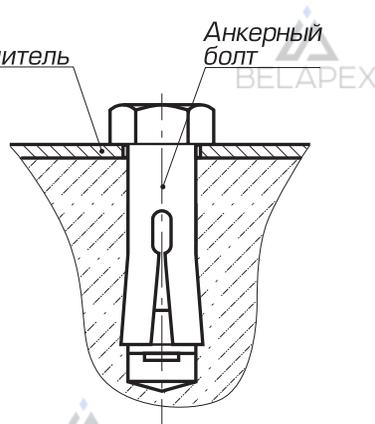

Рисунок 4. Крепление ограничителя
2.2.2.4 Ограничители рекомендуется закрепить на основании при помощи анкерных болтов (Рисунок 4). Анкерные болты в комплект весов не входят.